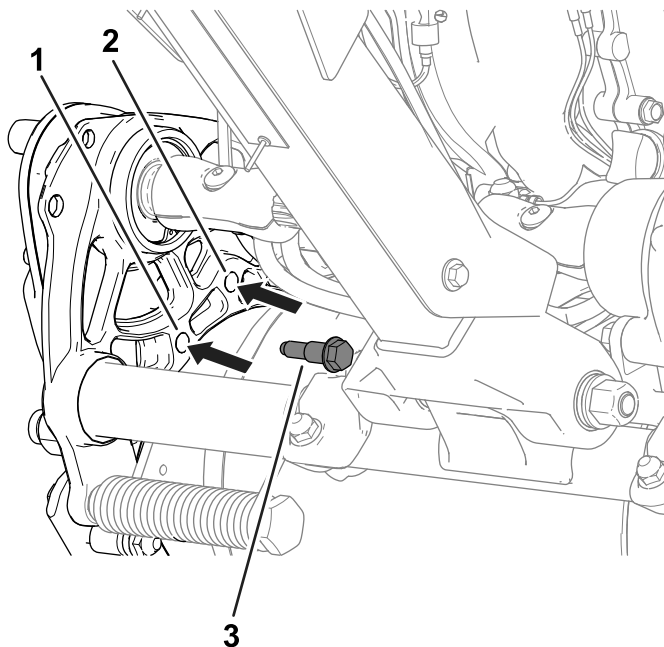

Figura 19
2. Retire os parafusos com olhal (Figura 19) em cada lado da máquina que prendem a caixa da transmissão do tambor ao chassis.
4. Utilize os parafusos com olhal previamente removidos para prender a caixa da transmissão ao chassis (Figura 19).